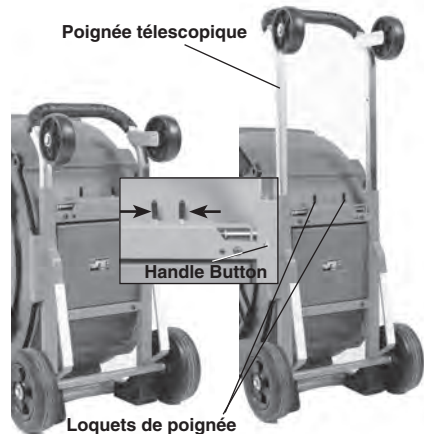

Figure 4 – Réglage de la poignée télescopique
6. Amenez le dégorgeoir jusqu'au chantier via un passage dégagé. Réglez la longueur de sa poignée si nécessaire (Figure 4). Ramenez les loquets de la poignée l'un vers l'autre pour amener la poignée à la longueur voulue. Vérifiez que les loquets s'engagent et que la poignée est verrouillée en position. Si la poignée dépasse le dernier point de verrouillage, ses arrêtoirs l'empêcheront de sortir. Le cas échéant, appuyez sur les loquets pour la repositionner.